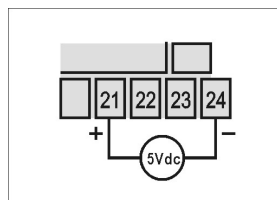

Figure 6 – raccordement du 5Vdc
- 0-5Vdc: Figure 6 montre l'entrée 0-5 Vdc. Figure 6 montre l'entrée 0-5 Vdc.